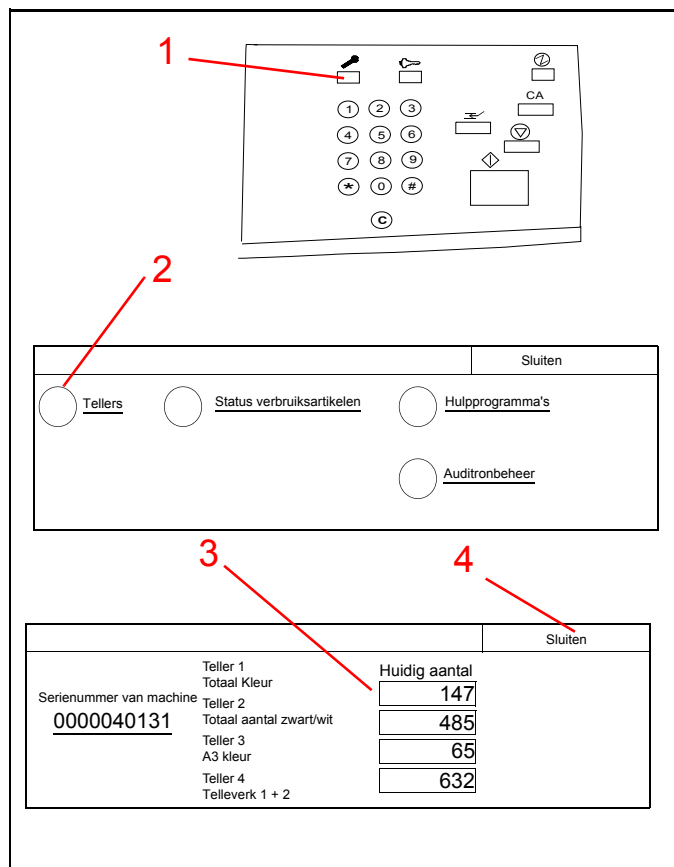

Figuur 20
1. Zie Figuur 20. De papierlade langzaam openen. Indien u papier hoort kreuken of scheuren, de lade niet verder openen en proberen het papier zo te verwijderen.